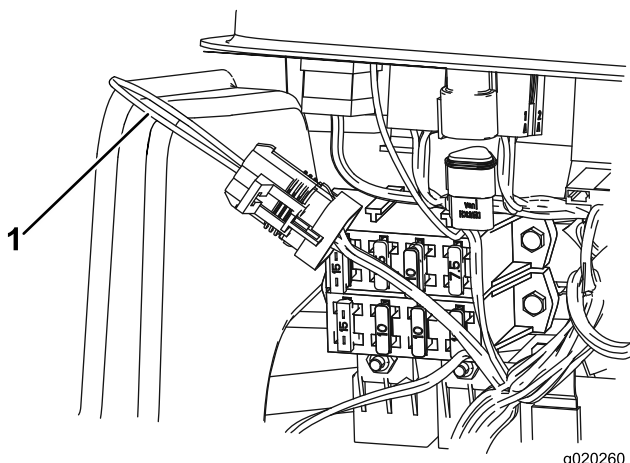

Figure 100
3. Localisez le faisceau de câblage et le connecteur de bouclage (Figure 100).